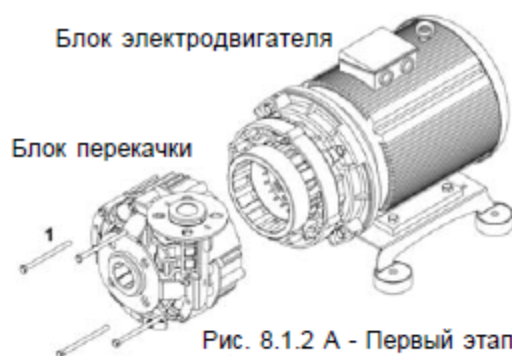

Рис. 8.1.2 А - Первый этап последовательности разборки
- Выверните винты (Рис. 8.1.2 А, Поз. 1) согласно инструкции в списке запасных частей и отсоедините гидравлический блок от электродвигателя.